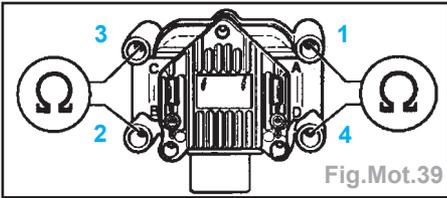

Fig.Mot.39
- Contrôler les résistances secondaires entre les contacts (Fig.Mot.39).